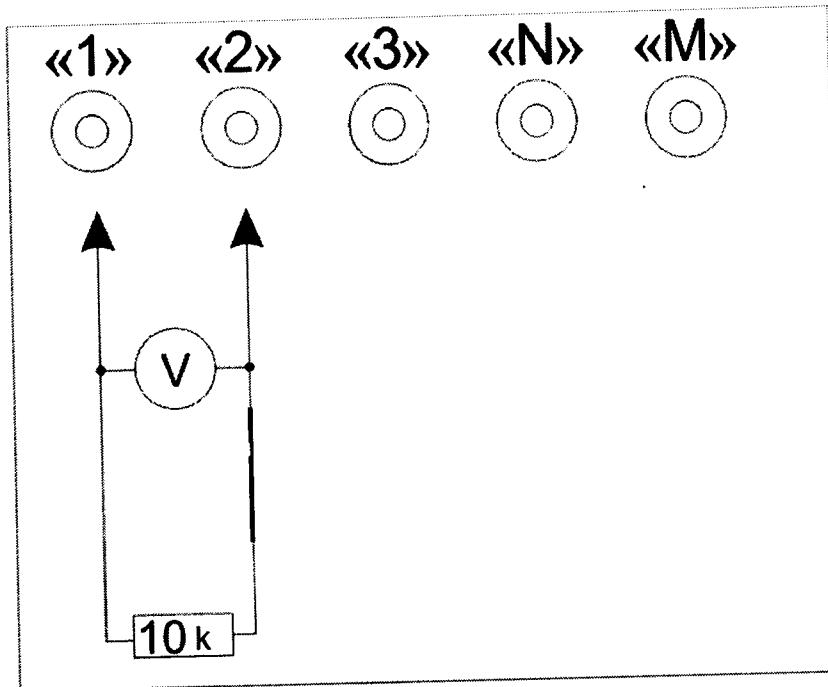

Рисунок 4.
- 4.2.1.1. Для поверки подключите нагрузку к УГИ (рисунок 4).